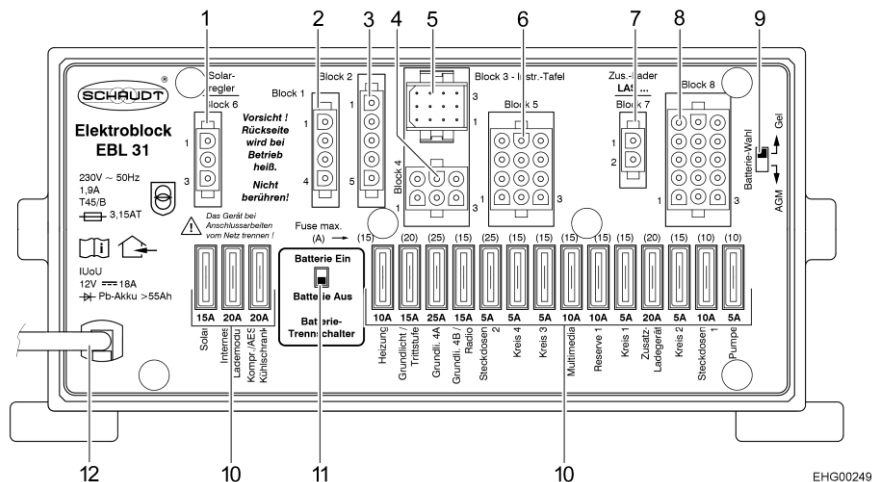

Fig. 41 Bloc électrique (EBL 31)
- ▷ Les consommateurs tels que chargeur, régulateur de panneau solaire, panneau de contrôle et autres sont alimentés par la batterie, même lorsque l'interrupteur principal 12 V est fermé sur le panneau de contrôle (Fig. 42,6). C'est pourquoi il faut mettre l'interrupteur-séparateur de batterie (Fig. 41,11) du bloc électrique sur "Batterie Aus" (batterie Arrêt) lorsque le véhicule n'est plus utilisé pendant une longue période.